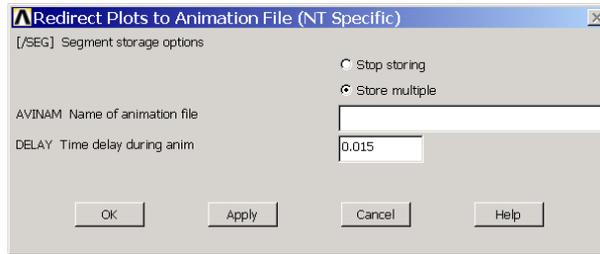

图7.31 直接生成动画
(1) 单击【**Utility Menu**】|【**PlotCtrls**】|【**Redirect Plots**】|【**To Segment Memory**】菜单，弹出如图 7.31 所示的【**Redirect Plots to Animation File**】对话框。
(2) 选择【Store multiple】单选按钮，然后在【Name of animation file】文本框中输入动画文件的名称（默认为工作文件名，扩展名为*.avi），在【Time delay during anim】文本框中输入时间间隔（默认为 0.015 秒）。单击【OK】按钮后，ANSYS 会自动在记录用户在通用后处理器（POST1）和时间历程生处理器（POST26）中的图形操作，并保存在动画文件中。
(3) 要停止动画录制，再次单击【Utility Menu】|【PlotCtrls】|【Redirect Plots】|【To Segment Memory】菜单，在图 7.31 所示的对话框中选择【Stop storing】单选按钮即可。